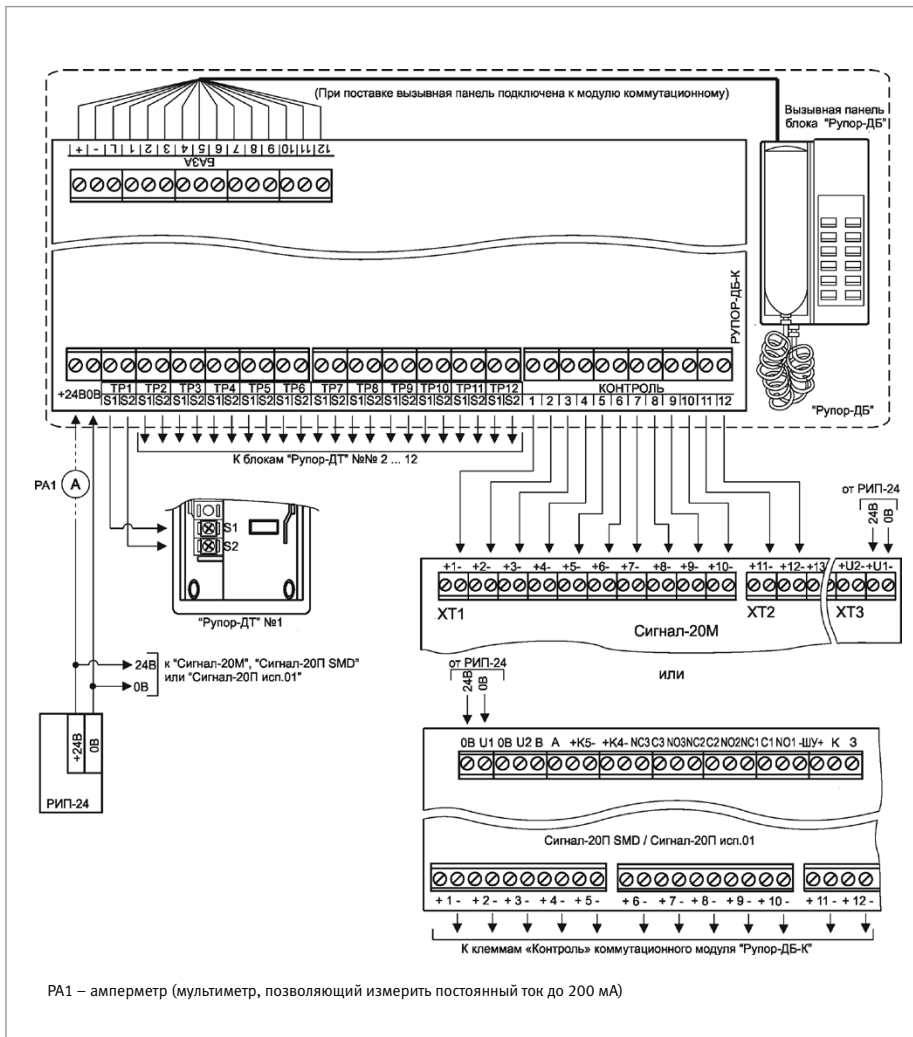

Рисунок 8. Схема внешних соединений комплекса «Рупор-Диспетчер»
- 1.3. Подключите приборы комплекса «Рупор-Диспетчер» в соответствии с проектной документацией и схемой на Рисунок 8.